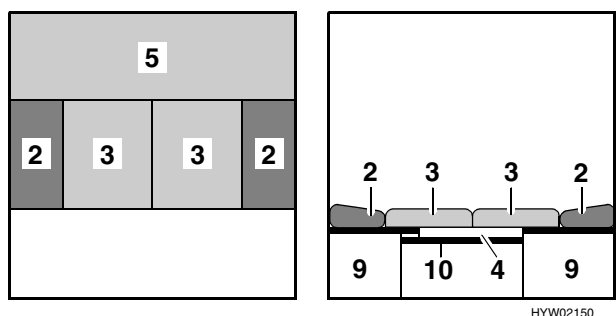

Fig. 98 Dopo la trasformazione
- Posizionare i due cuscini del divano (Fig. 98,3) al centro.
- Piazzare i cuscini dello schienale (Fig. 98,2) tra i cuscini del divano e la parete esterna.